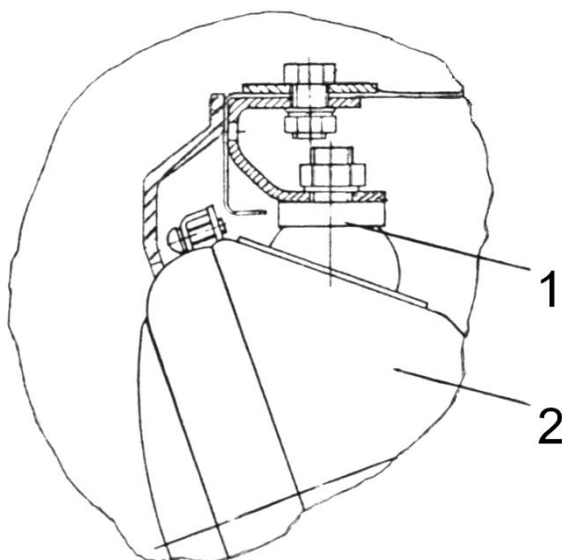
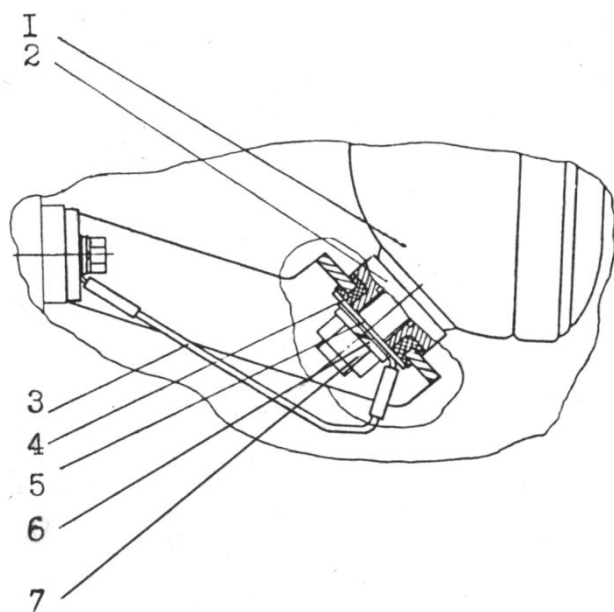

Рисунок 16 – Установка передней рабочей фары:
Рисунок 17 – Установка задней рабочей фары:
- Передние рабочие фары (рисунок 16) на крыше кабины и задние рабочие фары (рисунок 17) и подсоединить провода.